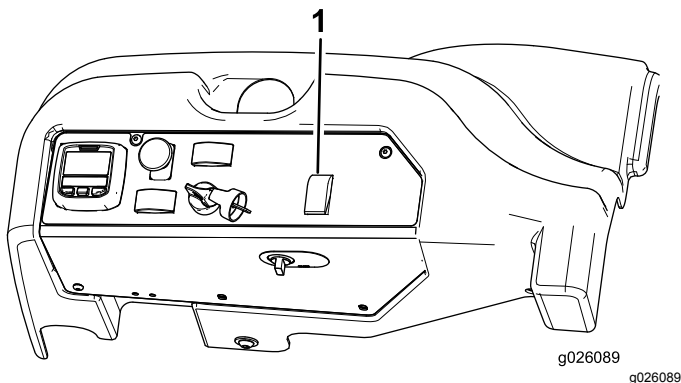

Figure 59
1. Basculez le sélecteur de direction en arrière, à la position 4 roues directrices (Figure 59).